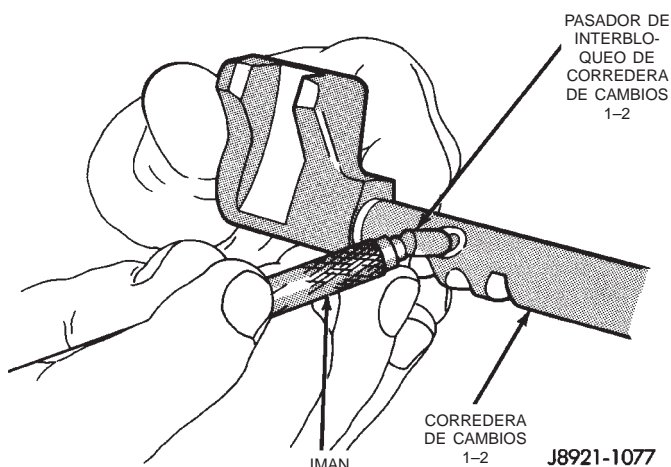

Fig. 75 Desmontaje de pasador de interbloqueo de corredera de cambios 1-2
(27) Retire el pasador de interbloqueo de la corredera de cambios 1-2 de la corredera de cambios 1-2 (Fig. 75).